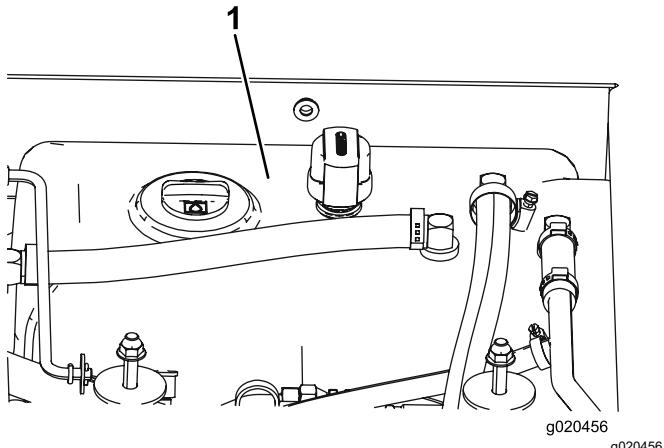

Figura 80
4. Llene el depósito (Figura 80) con fluido hidráulico; consulte Comprobación del fluido hidráulico \(página 71\).